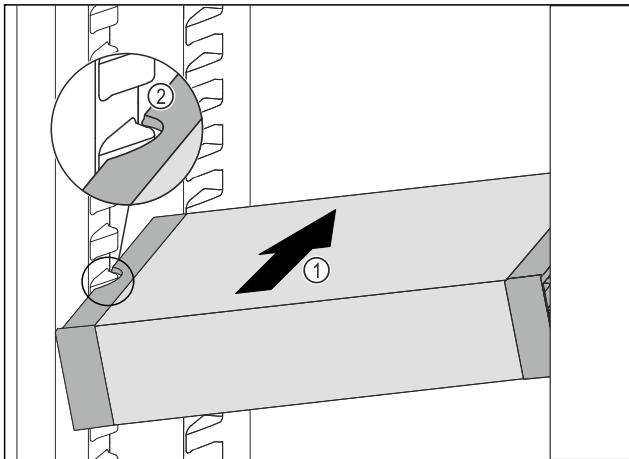

Fig. 45
- ▶ Вставити VarioSafe під кутом в охолоджувальне відділення Fig. 45 (1), доки бокові поглиблення Fig. 45 (2) VarioSafe не будуть на рівні ребра для резервуара в охолоджувальному відділенні.